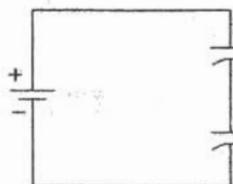

Figura 2.9
g) Arme el circuito de la figura 2.9
6. De acuerdo a las mediciones de la figura 2.9 y 2.10 ¿En qué circuito se almacena una mayor energía?, justifique su respuesta con cálculos.